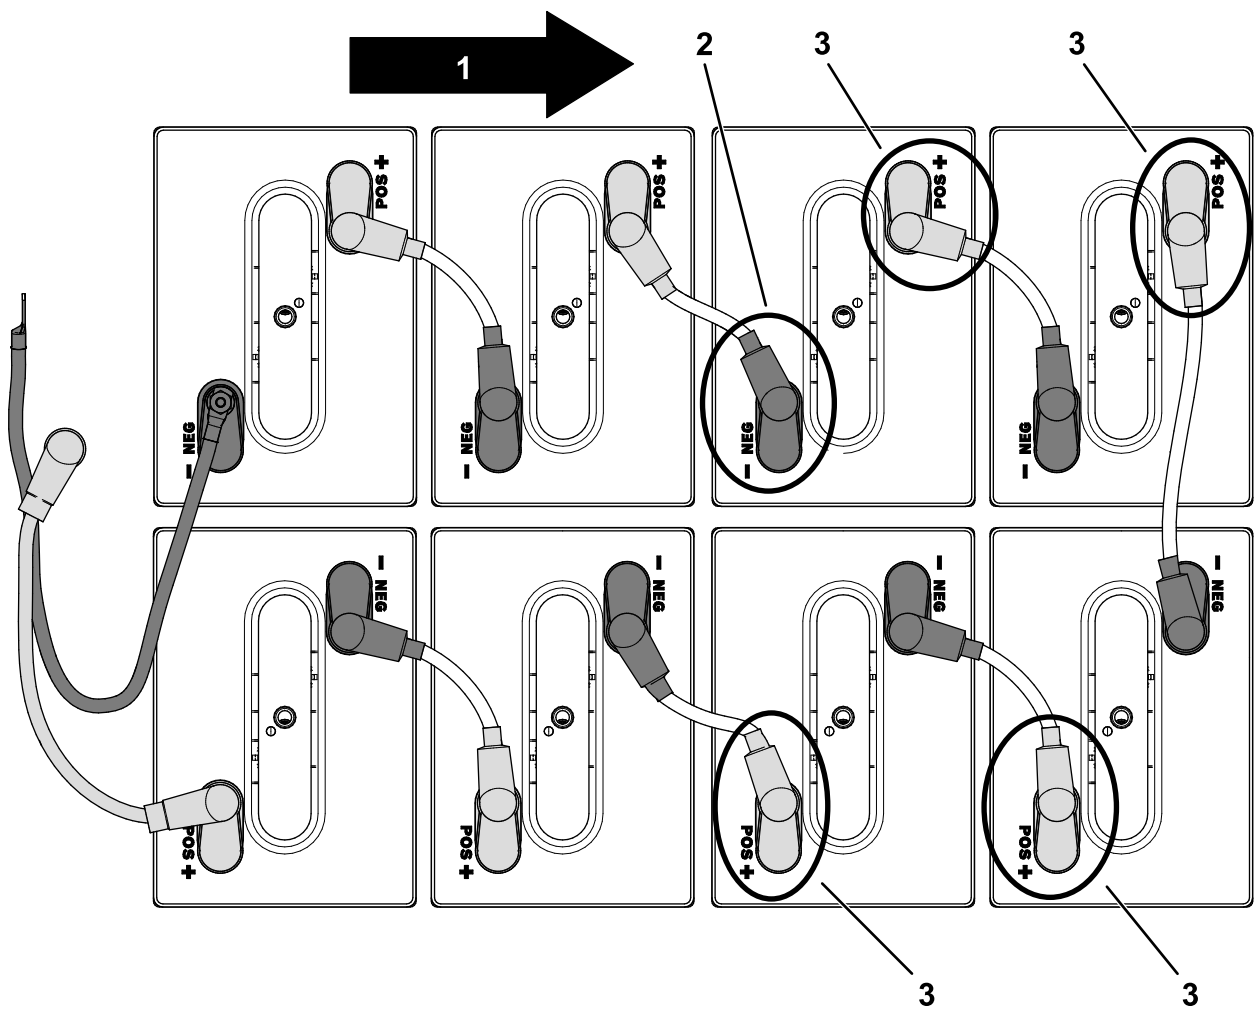

Bild 58
3. Schließen Sie den Pluspol (+) an den vorderen vier Batterien im vorderen Batteriefach ab (Bild 58).
4. Schließen Sie den Minuspol (-) ab, wie in Bild 58 abgebildet.
5. Entfernen Sie die vorderen vier Batterien (Bild 58).